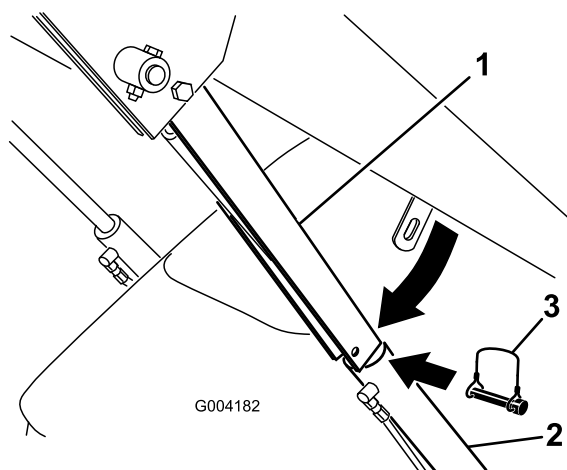

Bild 24
4. Entfernen Sie den Klappstecker, mit dem das Zylinderschloss am Hubarm befestigt ist (Bild 24).
5. Senken Sie das Zylinderschloss über die Zylinderstange und befestigen Sie es mit dem Klappstecker (Bild 24).